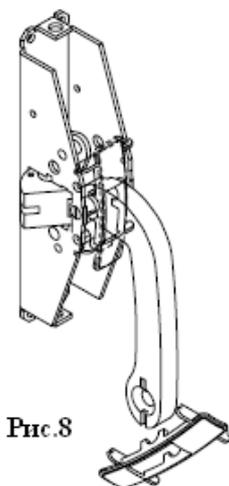

Рис.8
- 7) Закрепите внешнюю накладку на стержнях-держателях (Рис.8).